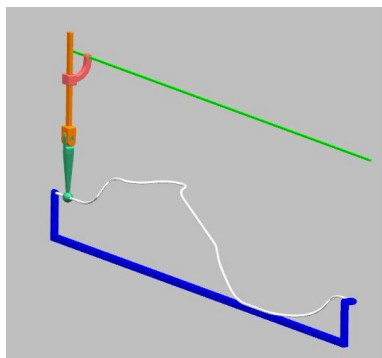

Рис.34
•**Вариант 2:** из директории Films запустите AVI фильм под названием *movie\_point\_on\_line* (рис.34). Повторите эту конструкцию и выполните анимацию механизма.